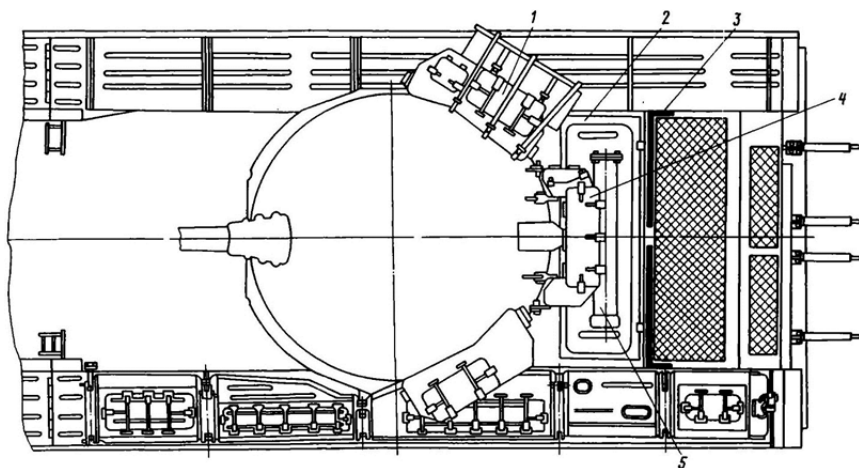

Рис. 13.2. Вывод танка из герметизации
- уложить съемное оборудование на штатные места укладки (рис. 13.2);